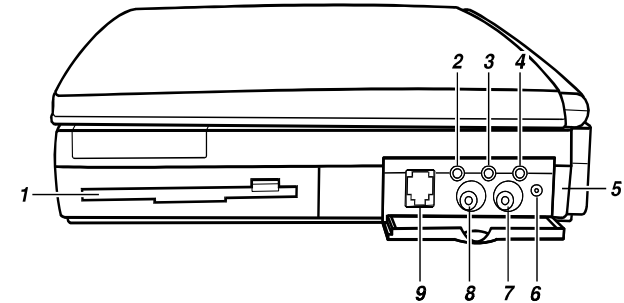

FIGURE 7-1. RIGHT-SIDE VIEW
7.1.1 RIGHT-SIDE VIEW (FIGURE 7-1)